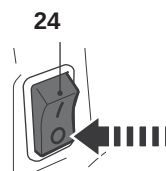

Fig. 28
- > Mettez l'interrupteur [24] sur "0" (arrêt) (Fig. 28).